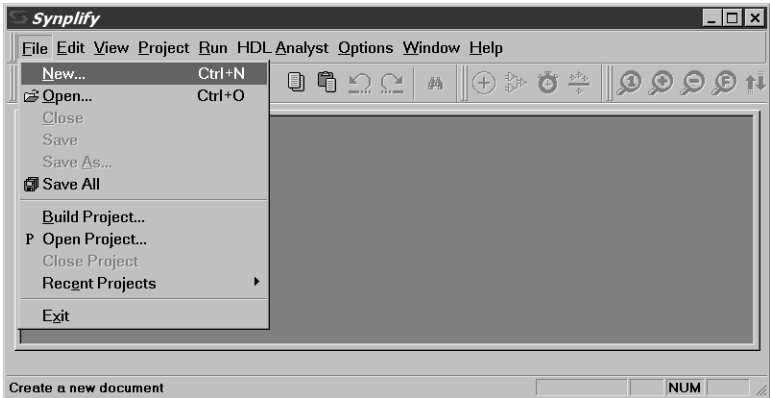

图 5-8: 创建新文档
1. 启动 Synplify，并且选择 File > New（图 5-8），或者单击工具条上的新文件图标。这时会出现 Create a New Document 对话框。